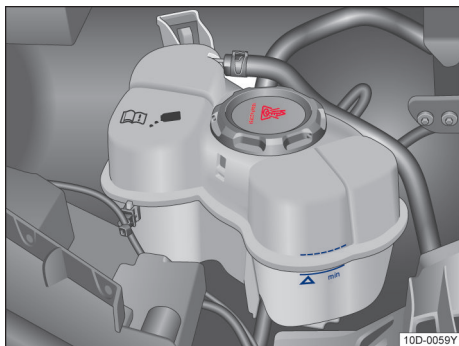

图 137 冷却液补偿容器上的液位标记
- 电驱动装置处于冷态时检查冷却液液位是否在补偿容器侧面的标记范围内。→ 图 137
1. 在电驱动装置处于冷态时通过电驱动装置冷却液补偿罐的侧面标记检查电驱动装置冷却液液位→ 图 137。电驱动装置冷却液液位必须在标记区域内。
3. 如果在电驱动装置冷却液膨胀罐再也看不到电驱动装置冷却液，不要添加电驱动装置冷却液→ ①。